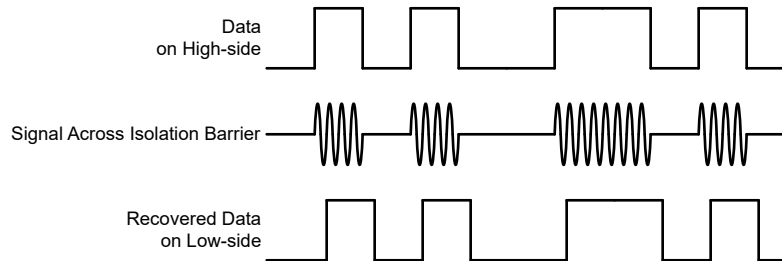

図 6-4. OOK ベースの変調方式
AMC23C15-Q1 は、SiO₂ ベースの絶縁バリア越しにコンパレータの出力状態を送信するため、図 6-4 に示すオン / オフ キーイング (OOK) 変調方式を採用しています。「機能ブロック図」に示す送信ドライバ (TX) は、デジタル 1 を表すために内部で生成された高周波キャリアを絶縁バリア越しに送信します。デジタル 0 を表す信号は送りません。